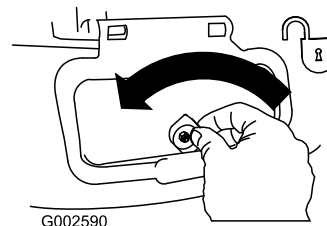

Figure 31
1. Unlock the side-discharge door (Figure 31).